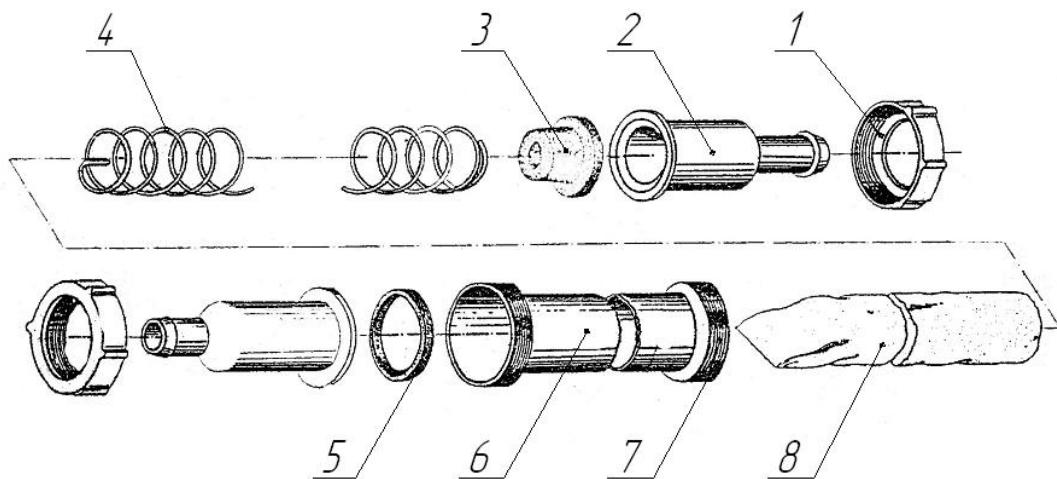

Рисунок 20 – Фильтр молока
**Фильтр молока** предназначен для очистки молока от механических примесей. Включает: (рисунок 20) переходник 2, гайку 1, пробку 3, прокладку 5, вставку 7, фильтрующий элемент 8. При установке фильтрующего элемента 8 необходимо надеть его на спираль 4, открытый конец заправить внутрь спирали и закрепить пробкой 3.